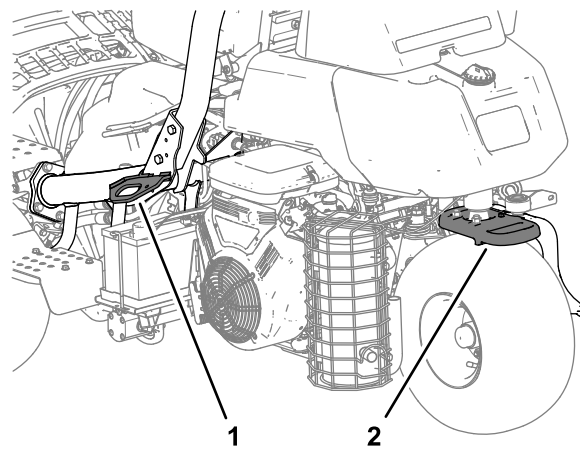

Figura 23
- Amarre la máquina firmemente con correas, cadenas, cables o cuerdas. Tanto las correas delanteras como las traseras deben orientarse hacia abajo y hacia fuera respecto a la máquina (Figura 23).